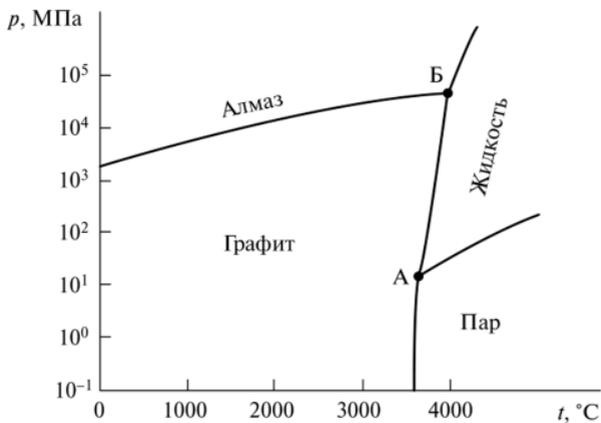

Рис. 7.35. Диаграмма состояния углерода
4. Рассмотрите диаграмму состояния углерода (рис. 7.35). Можно ли расплавить графит? Если да, то при каких условиях? Если нет, то почему? При какой температуре разрушается кристаллическая решётка графита?